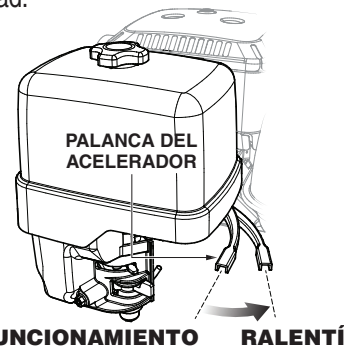

Figura 16. Palanca del acelerador (ralentí)
3. Coloque la palanca de corte de combustible (consulte la Figura 16) en posición de **apagado**.